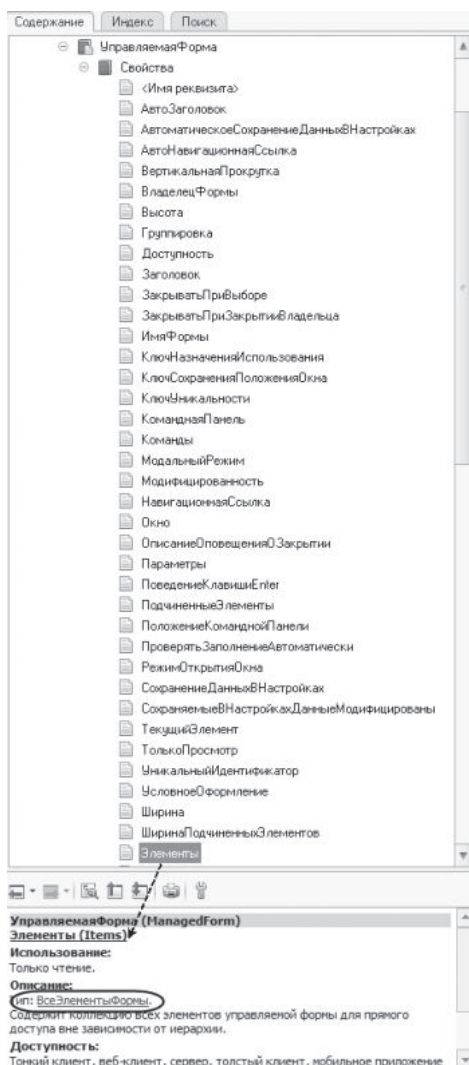

Рис. 5.25. Описание свойства «Элементы» объекта «УправляемаяФорма» в синтаксис-помощнике
- Есть ли у объекта `УправляемаяФорма` свойство `Элементы`? Посмотрим еще раз на список свойств объекта `УправляемаяФорма`. Найдем в нем строку `Элементы`, значит это одно из свойств управляемой формы. Чтобы узнать, что это такое, дважды щелкнем мышью на этой строке (рис. 5.25).